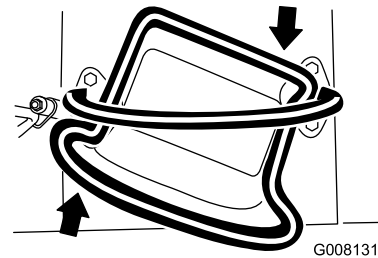

Figura 9
- Para girar a la derecha, gire el control de tracción en el sentido de las agujas del reloj (Figura 9).